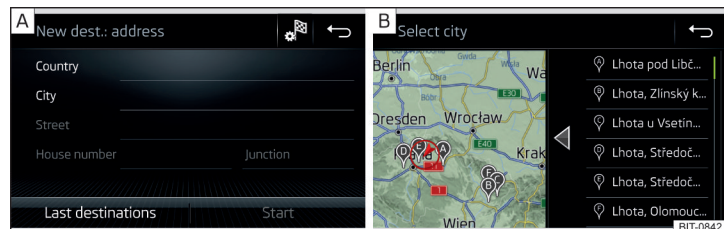

Fig. 165 Introducerea destinației prin intermediul adresei: Meniul principal/lista localităților căutate
- ▶ Introduceți adresa de destinație și apoi confirmați » fig. 165 - **[A]**.
În funcție de numărul de locații căutate, se poate afișa automat o hartă cu o listă a locațiilor căutate » fig. 165 - **[B]**.